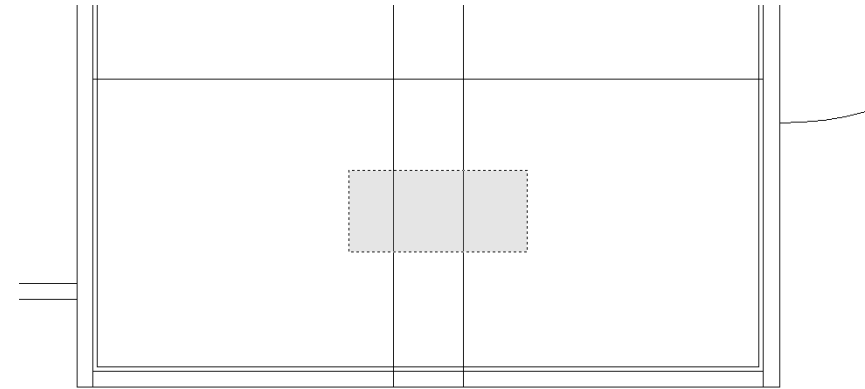

Рис. 4.59 ▼ Выделение объектов с помощью пересекающей рамки
- AutoCAD создаст прямоугольник и завершит выполнение команды **Прямоугольник** (RECTANG). На первый взгляд, на чертеже ничего не изменится, поскольку контуры полученного прямоугольника совпадают с линиями других объектов чертежа. Давайте удалим две вертикальные вспомогательные линии, но сделаем это, не щелкая на них, а выделим их с помощью *пересекающей рамки* (crossing window). Щелкните правее правой вертикальной линии и переместите указатель мыши влево и вверх. Указатель-перекрестие исчезнет, а вместо него на экране появится штриховая рамка, внутренняя область которой будет иметь зеленый цвет (рис. 4.59).
- Все объекты чертежа, которые хотя бы в одной точке пересекаются этой рамкой, после повторного щелчка *левой* кнопкой мыши будут выделены. Пересеките обе вспомогательные линии рамкой, как показано на рис. 4.59, а затем щелкните *левой* кнопкой мыши. Рамка исчезнет, на экране снова появится указатель-перекрестие, а обе линии станут выделенными.